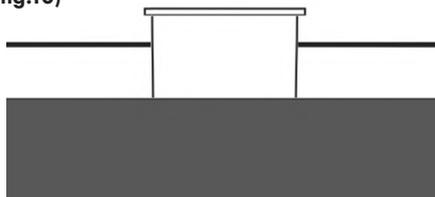

Figure 10
Ne remplissez pas le réservoir à ras bord. Remplissez l'essence au maximum jusqu'au fond du tamis du réservoir. Laissez toujours environ 1/3 du réservoir de carburant non rempli. (fig.10)
2. Tournez l'interrupteur du moteur en position „ON”. (Fig. 10)